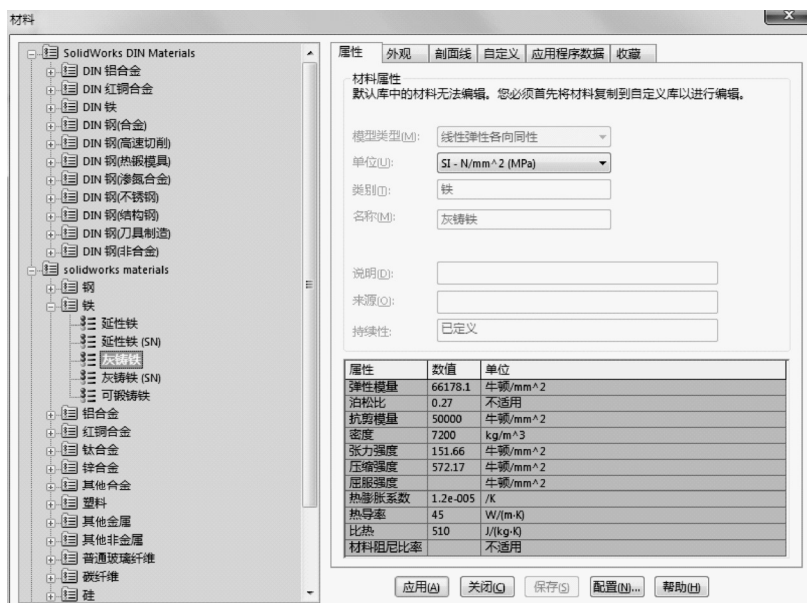

图 5-152 在材料编辑器 PropertyManager 中设定属性
- [2] 在材料编辑器 PropertyManager 中设定属性, 如图 5-152 所示。